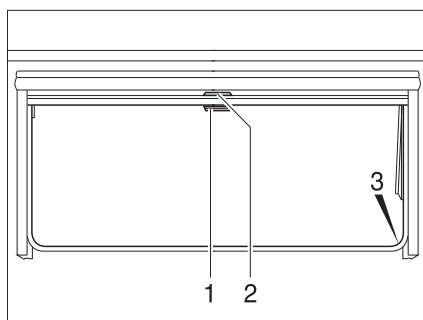

Fig. 39 Ventana abatible
- Tirar del asidero (Fig. 39,2) de la persiana oscurecedora enrollable hacia abajo. Cuando la persiana oscurecedora enrollable se cierre por completo, encajarla en el bloqueo (Fig. 39,3) a ambos lados del marco de la ventana.
- Cuando la persiana oscurecedora enrollable está completamente cerrada: Presionar el tirador (Fig. 39,2) hacia abajo y tirarlo ligeramente hacia dentro. Desenganchar la persiana oscurecedora enrollable de los bloques a izquierda y derecha del marco de la ventana.
- Cuando la persiana oscurecedora enrollable se encuentre en una posición intermedia: Tirar ligeramente del asidero (Fig. 39,2) hacia abajo, hasta que se haya soltado el bloqueo.
- Tirar hacia abajo de la mosquitera enrollable (Fig. 39,1) y engancharla en el bloqueo (Fig. 39,3) a ambos lados del marco de la ventana.
- Presionar el tirador (Fig. 39,1) hacia abajo y tirarlo ligeramente hacia dentro. Desenganchar la mosquitera enrollable de los bloques a izquierda y derecha del marco de la ventana.